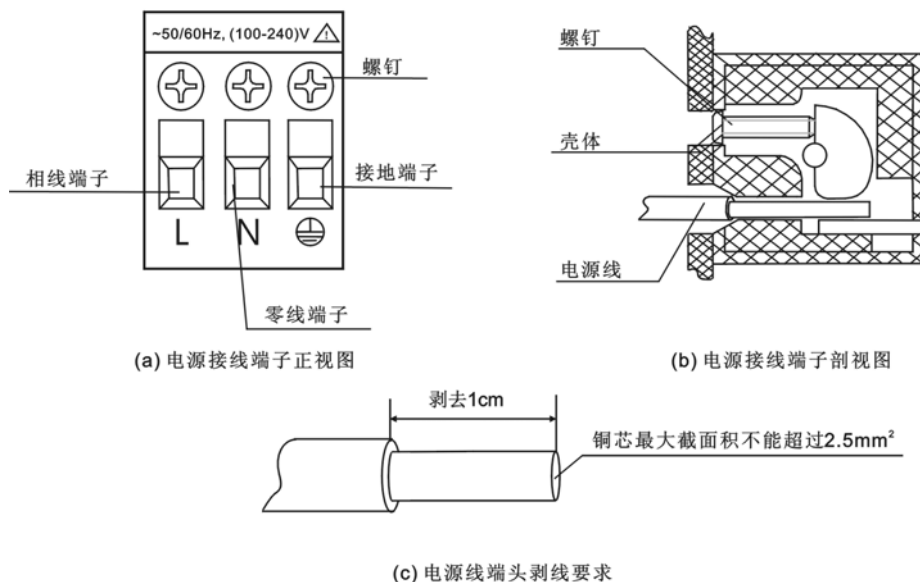

图 3-7 电源接线端子
RX4000B/RX6000B 电源端子如图 3-7(a)、(b)所示。为提高仪表的安全性，建议用户在安装电源线前进行处理，处理方法如图 3-7(c)。
- ① 用剥线钳将绝缘三芯电源线端头塑料护套剥去 1cm 左右，如图 3-7(c)所示。
- ② 按照一个方向将电源线内部铜芯拧成一股。
- ③ 在电源线内部铜芯上加上焊锡使多股铜芯熔合一起。
- ④ 请在电源线处理完成后再进行连接。
将 L、N、 \ominus 端的螺钉逆时针方向旋转、拧松，再将已经制作好的绝缘三芯电源线分别插入有 L、N、 \ominus 标记的方孔中并将螺钉拧紧。请确认连接无误， \ominus 端应良好的接地，如图 3-7(a)所示。